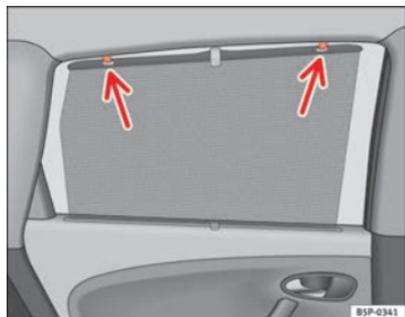

Fig. 83 Cortina porta traseira
- Desenrolar a cortina e engatá-la nos ganchos situados na moldura superior da porta ⇒ fig. 83. ■